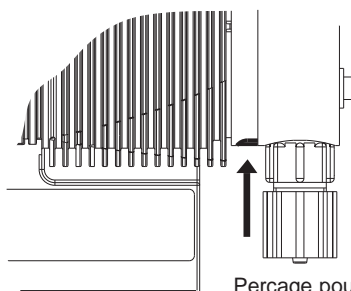

Fig. 24
- ▶ Contrôlez l'étanchéité de l'ensemble du module de dosage (notamment le perçage de fuite !, voir fig. 24).
- ▶ Dégagez la tête doseuse (2) et l'entretoise (4) du corps de la pompe (6) (ne les enlevez pas complètement !).
- ▶ Tenez le corps (6) d'une main et coincez la membrane (3) avec l'autre main entre la tête doseuse (2) et l'entretoise (4). Dégagez la membrane (3) de l'axe d'entraînement par une légère rotation par à-coup de la tête doseuse (2) et du entretoise (4) en sens inverse horaire.
- ▶ Dévissez complètement la membrane (3) de l'axe d'entraînement.
- ▶ Retirez l'entretoise (4) du corps (6).
- ▶ Vérifiez l'état de la membrane de sécurité (5) et remplacez-la si nécessaire.
- ▶ Glissez la membrane de sécurité (5) sur l'axe d'entraînement uniquement jusqu'à ce qu'elle s'appuie de manière plane contre le corps de la pompe (6) – pas plus loin !
- ▶ Vissez à titre d'essai la nouvelle membrane (3) jusqu'en butée sur l'axe d'entraînement – ce vissage doit être possible, sinon le dosage ultérieur de la pompe ne sera pas précis !
- ▶ Revissez la membrane (3) !
- ▶ Disposez l'entretoise de tête doseuse (4) sur le corps de la pompe (6).
- **Le perçage de fuite doit être dirigé vers le bas dans la position de montage ultérieure de la pompe (voir fig. 24) !**
- **Disposez l'entretoise de tête doseuse (4) directement dans sa position correcte sur le corps de la pompe (6) ! Ne forcez pas l'entretoise de tête doseuse sur le corps de pompe afin de ne pas distendre la membrane de sécurité (5) !**
- ▶ Disposez la membrane (3) dans l'entretoise de tête doseuse (4).
- ▶ Maintenez l'entretoise (4) et vissez la membrane (3) dans le sens horaire jusqu'à ce qu'elle soit bien serrée (la résistance à la rotation du ressort de rappel devient sensible).
- **Ne forcez pas la membrane (3) ! (notamment sur le type 1601) !**
- **L'entretoise (4) doit rester dans sa position afin que la membrane de sécurité ne se distende pas.**
- ▶ Placez la tête doseuse (2) avec les vis (1) sur la membrane (3) et l'entretoise (4) (le raccord d'aspiration doit être dirigé vers le bas dans la position de montage ultérieure de la pompe).
- ▶ Faites prendre légèrement les vis (1) et serrez-les ensuite en croix (voir les couples de serrage ci-après).